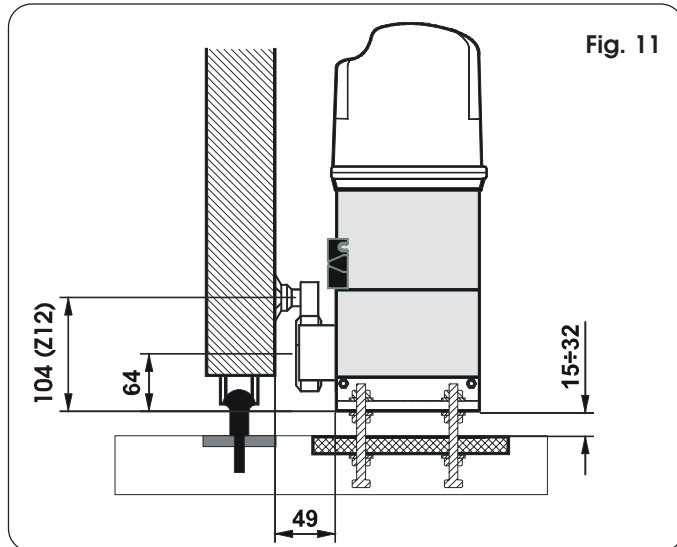

Fig. 11
- 4) Régler la hauteur des pieds et la distance du portail d'après la Fig. 11.